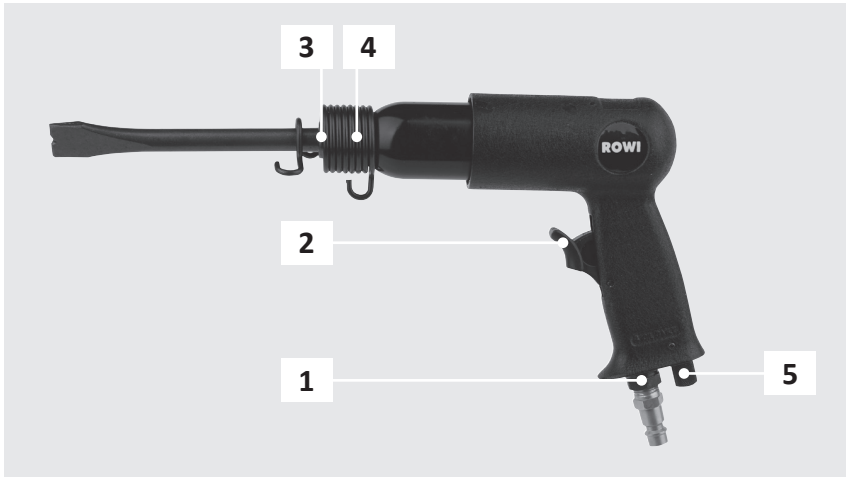

Abb. 7: Geräteübersicht
1. Schrauben Sie den im Lieferumfang enthaltenen Gewindestecknippel in das entsprechende Gegengewinde (siehe Abb. 7, Nr. 1) am Druckluft-Meißelhammer.
1. Wählen Sie einen passenden Meißel aus und stecken Sie diesen in die Sechskantaufnahme (siehe Abb. 7, Nr. 3) des Meißelhammers.
2. Schieben Sie die Schnellspannfeder (siehe Abb. 7, Nr. 4) über den Meißel und drehen Sie diese mit Hilfe des Sicherheitsbügels am vorderen Ende fest auf das Gewinde. Nur so ist ein fester Halt des Werkzeuges und somit ein sicherer Betrieb des Druckluft-Meißelhammers gewährleistet.
Die Einstellung der Schlagzahl erfolgt über die Regulierung der Luftzufuhr (siehe Abb. 7, Nr. 5). Drehen Sie den Luftzufuhrregler nach rechts um die Luftzufuhr zu verringern und die Schlagzahl zu minimieren bzw. nach links um die Schlagzahl zu erhöhen.
3. Schalten Sie den Kompressor ein. Lassen Sie den Kompressor einmal so lange laufen, bis der maximale Kesseldruck erreicht wurde und das Gerät abschaltet. Betätigen Sie dann den Abzugshebel (siehe Abb. 7, Nr. 2), um das Gerät zu starten.
- ▶ Zum Abschalten des Druckluft-Meißelhammers den Abzugshebel (siehe Abb. 7, Nr. 2) loslassen.